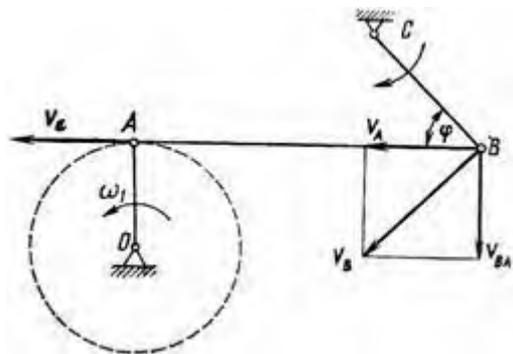

Рисунок 21
2. В четырехзвенном механизме (рис. 21) кривошип OA вращается равномерно с частотой $n = 300$ об/мин. Для заданного положения механизма, при котором кривошип OA перпендикулярен шатуну AB и $\angle ABC = 45^\circ$, определить угловую скорость звена (коромысла) BC, если $OA = 0,12$ м, $AB = 0,3$ м и $BC = 0,14$ м.